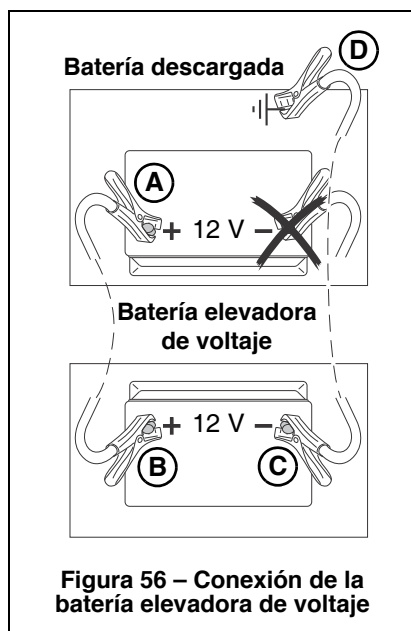

Figura 56 – Conexión de la batería elevadora de voltaje
3. Coloque los cables de arranque en puente de forma que no puedan quedar atrapados en ningún componente u objeto en movimiento y conecte el cable positivo de arranque en puente al terminal positivo (+) (A, Figura 56) de la batería descargada.